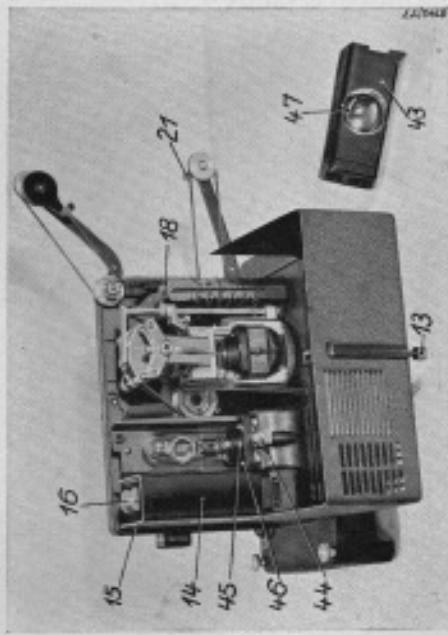

Bild 3. Pantalux
3. Prüfen, welche **Netzspannung und Stromart vorhanden ist** (aus Zähler, Glühlampe usw.). Gerät durch Rändelschraube 13 (Bild 3) öffnen. Lampengehäuse 43 (Bild 4) nach oben abziehen. Projektionslampe nach links drehen und aus der Lampenfassung ziehen (siehe Punkt 20). Die Angaben auf dem Sockel der Lampe und die bereits festgestellte Netzspannung müssen mit den Angaben auf dem Widerstand 16 (Bild 3 und 4) übereinstimmen. Lampe wieder einsetzen. Siehe auch Anmerkung hinter Punkt 22.